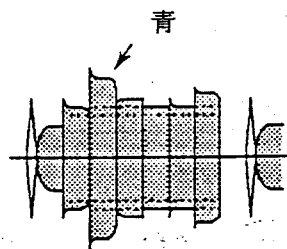

图2-16
5. 调节R5348(记录色度调整), 使青色部分的幅值达至如图2-16所示的 $23 \pm 1\text{mVp-p}$ 之规定要求(LP方式时)。